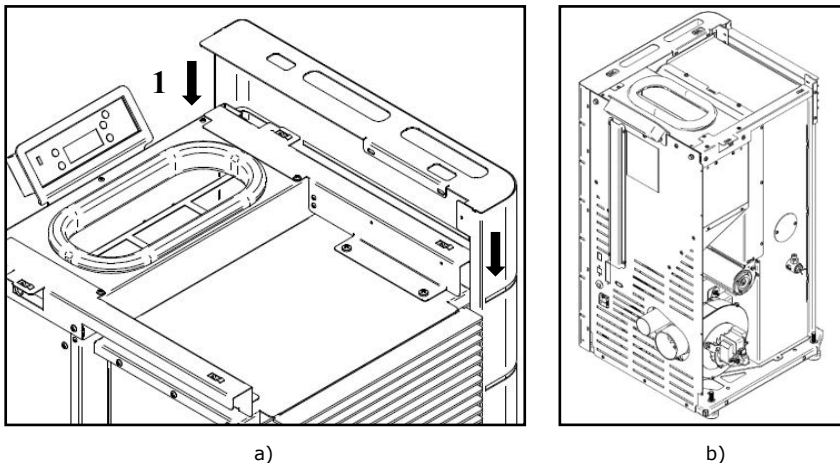

Figura 21 - Fixação laterais das envoltentes
c) Posteriormente encaixar o envoltente lateral no sentido descendente, durante a montagem da envoltente, deve-se garantir que aba que existe na parte superior desta (1) fica sobreposta a estrutura e em simultâneo na parte posterior do equipamento, a envoltente deve ficar por fora deste como demonstra a Figura 21-b.